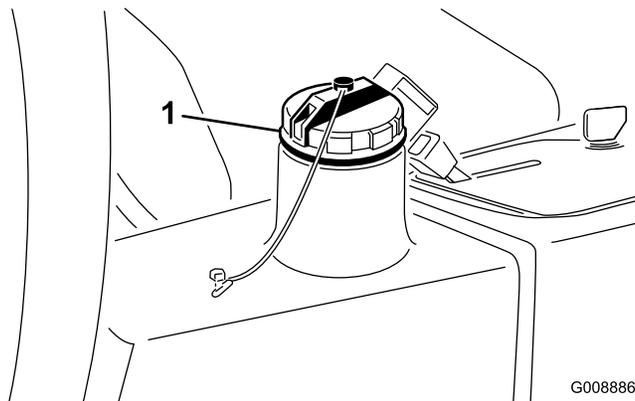

Figura 63
3. Encha o reservatório (Figura 63) com aproximadamente 22,7 litros de fluido hidráulico; consulte a secção Verificação do sistema hidráulico.